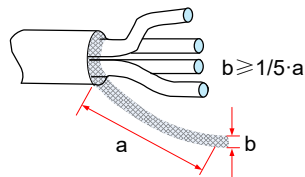

图2-38 电机线缆屏蔽引出示意图
- 电机线缆屏蔽层引出线应尽量短，且宽度 $b \geq 1/5 \cdot a$ （参照图 2-38 所示）。